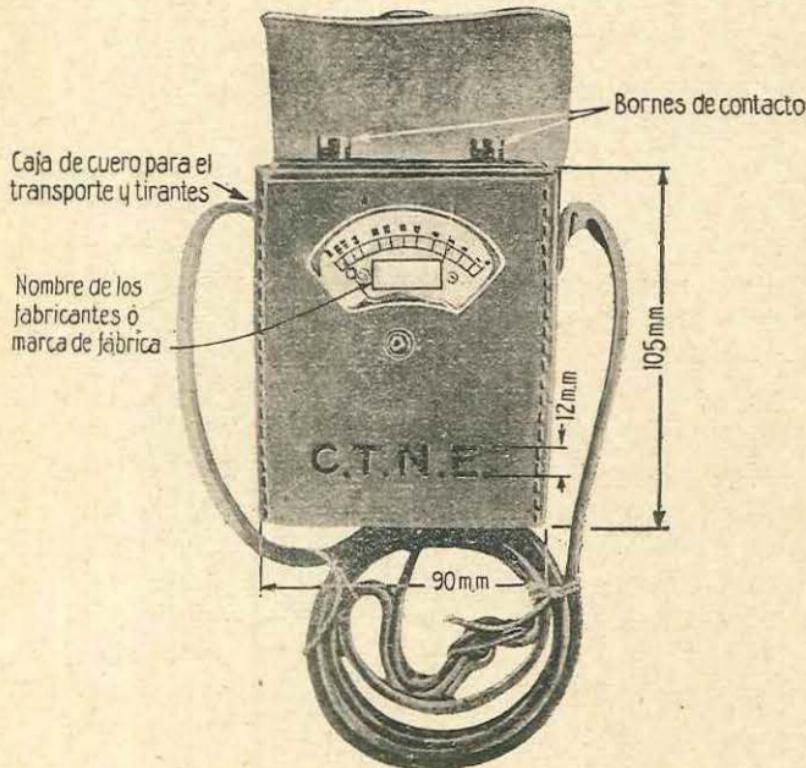

Fig. 6
17.—*Galvanómetro.* Se empleará un galvanómetro de un tipo aprobado (fig. 6) cuando haya que producir la explosión eléctrica de barrenos en derivación. Este aparato puede utilizarse para descubrir los cortos circuitos en la conexión, faltas de contacto o gran-